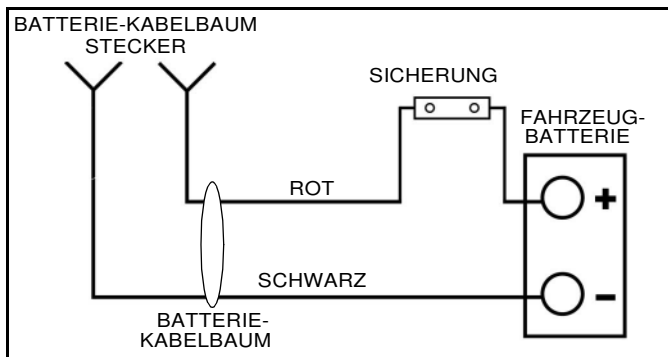

Abb. 1-9
4. Den Schaltautomaten mit (2) #10 x 1" selbstschneidenden Schrauben in der Nähe der Batterie anbringen.
5. Nehmen Sie die Abdeckung des Sicherungshalters. Das Ende der hte 6-Zoll-Stromkabel mit dem kleinen Terminal auf einem Gestüt. (Siehe Abb. 1-9).